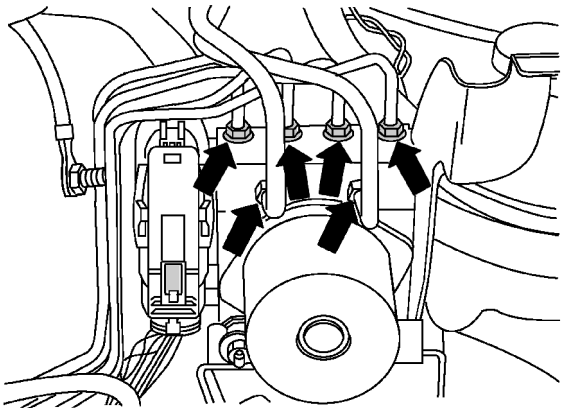

图 3-2-7 将从液压单元到制动主缸之间的制动管路完全旋下
5) 将从液压单元到制动主缸之间的制动管路完全旋下，如图 3-2-7 所示。拧下其余的液压单元制动管路，用维修套件的螺塞锁闭制动管路和螺纹孔，将红色保险杠向上推。